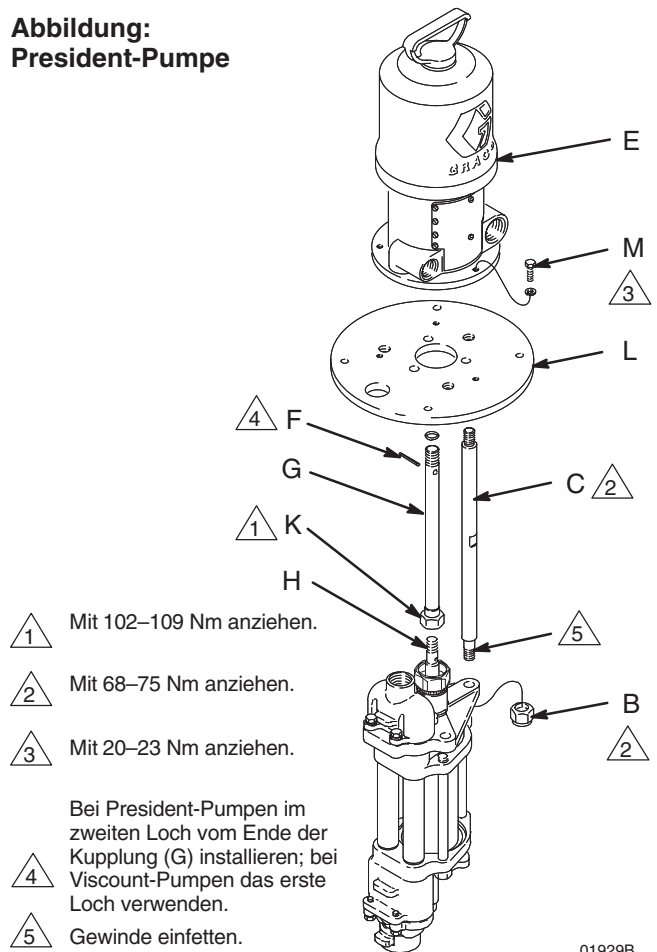

Abb. 10
1. Die Schrauben (M) lösen, mit denen die Adapterplatte (L) am Motor (E) befestigt ist, aber die Schrauben nicht abnehmen. Siehe Abb. 10.
2. Die Verbindungsstangen (C) in die Adapterplatte (L) schrauben und mit 68–75 Nm anziehen. *Bei Viscount I+-Pumpen* greifen die Verbindungsstangen in Gewindelöcher im Motorgehäuse ein.
3. Den Hohlraum am Boden der Motorwelle mit Fett füllen. Die Kupplung (G) in die Motorwelle drehen, bis die Stiftlöcher ausgerichtet sind. Den Stift (F) in das **zweite Loch** vom Ende der Kupplung bei President-Pumpen und in das **erste Loch** vom Ende der Kupplung bei Viscount-Pumpen installieren.
4. Die Verbindungsstangen (C) mit der Unterpumpe ausrichten und die Sicherungsmuttern (B) lose installieren.
5. Die Überwurfmutter (K) auf die Kolbenstange (H) schrauben und mit 102–109 Nm anziehen.
6. Die Schrauben (M), mit denen die Adapterplatte (L) am Motor (E) befestigt ist, mit 20–23 Nm anziehen. Die Sicherungsmuttern (B) der Verbindungsstangen mit 68–75 Nm anziehen.
4. Den Splint (F) entfernen. Siehe Abb. 7 für Senator- und Bulldog-Pumpen, und Abb. 10 für President- und Viscount-Pumpen.
- *President- und Viscount-Pumpen:* siehe Abb. 10. Die Kupplung (G) in die Motorwelle drehen, bis die Stiftlöcher ausgerichtet sind. Die Überwurfmutter (K) auf die Kolbenstange (H) schrauben und mit 102–109 Nm anziehen.
15. Den Stift (F) wieder installieren. Falls notwendig, die Luft- oder Hydraulikzufuhr anschließen und die Pumpe zur Hubmitte bewegen. Den Stift (F) in das **zweite Loch** vom Ende der Kupplung bei President-Pumpen und in das **erste Loch** vom Ende der Kupplung bei Viscount-Pumpen installieren.